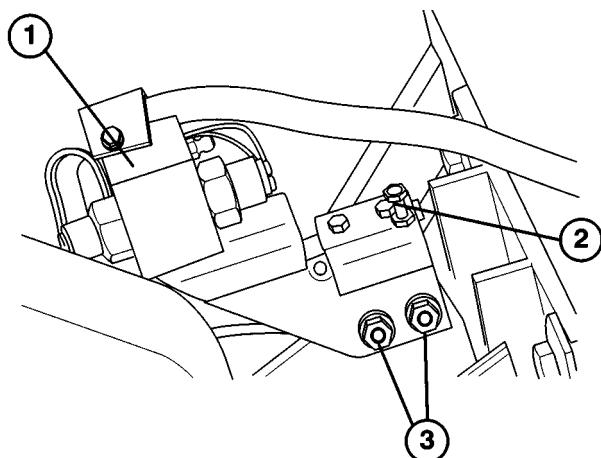

Fig. 15
5. Controllare l'interruttore della testa di carotaggio (Fig. 15) con un tester di continuità od un ohmetro, e sostituire se danneggiato. Lo stantuffo dell'interruttore deve essere premuto quando la testa di carotaggio è alzata.
- D. Allentare il controdado della vite di regolazione e i due dadi flangiati (Fig. 15).